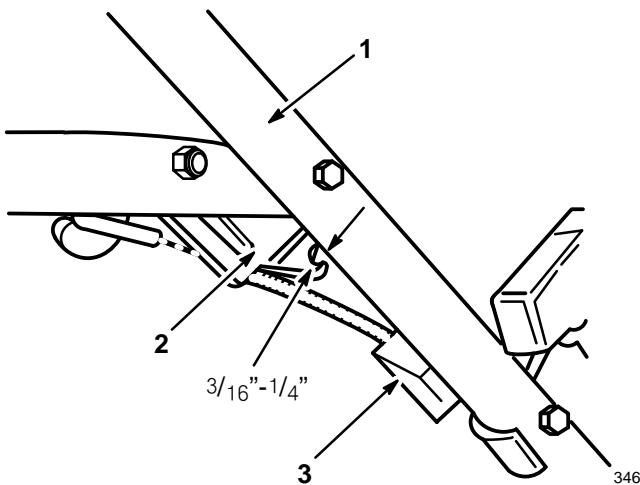

Figure 27
2. COMPRUEBE EL AJUSTE (Figs. 27 y 28)— Mueva la barra de control hacia la manija hasta eliminar el aflojamiento del cable. El espacio entre la palanca del freno y la manija debe ser de 4,8 - 6,35 mm (3/16-1/4 pulg.). Consulte el ajuste en el paso 3.
Modelo autopropulsado (Fig. 27)